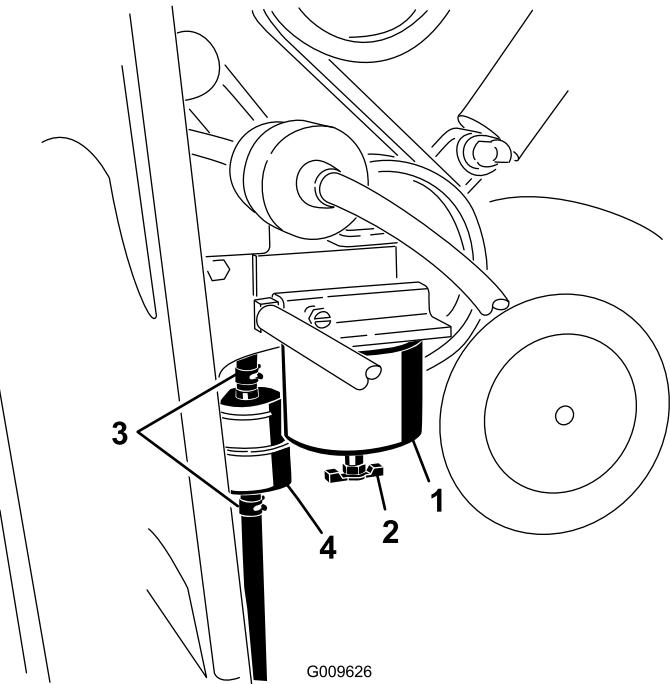

Figura 37
1. Individuare il filtro carburante sul lato destro del motore (Figura 37) e posizionate un recipiente pulito sotto di esso.
1. Individuate i filtri carburante sul lato destro del motore (Figura 37) e posizionate un recipiente pulito sotto di esso.
2. Pulire la superficie circostante la scatola del filtro (Figura 37).
3. Rimuovete la scatola del filtro e pulite la superficie di montaggio (Figura 37).
5. Installare a mano la scatola del filtro finché la guarnizione non tocca la superficie di appoggio, poi ruotarla per un altro 1/2 giro (Figura 37).
6. Individuate il filtro in linea dietro la scatola del filtro del carburante (Figura 37) e osservate la direzione della freccia del flusso sul lato del filtro in linea.
7. Aprite i fermi su ciascuna estremità del filtro in linea ed estraete i flessibili (Figura 37). Gettate via il filtro.
8. Fate scorrere i flessibili sull'estremità di un nuovo filtro (Figura 37), verificate che la freccia sul filtro sia posizionata nella stessa direzione di quella sul vecchio filtro.